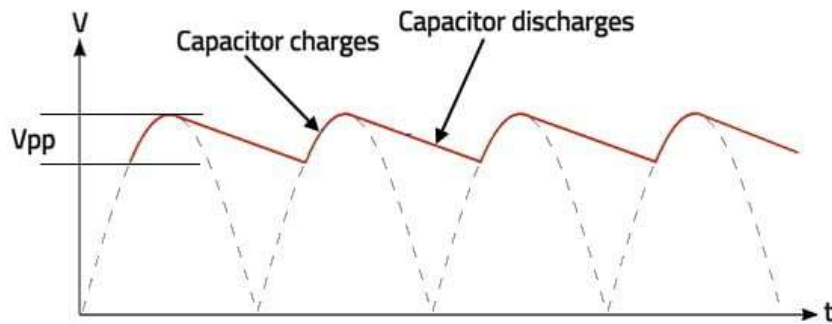

Figura 2.3: Onda suavizada [5].
2. **Circuito intermedio CC:** aquí la señal de CC se rectifica y se filtra de los armónicos sobrantes y de los residuos de CA, así la onda completa se suaviza a una semicontinua con un factor de rizado mínimo. Este “suavizado” se logra mediante la carga y descarga de un condensador, dibujando una onda como la de la figura 2.3. Esta etapa ayuda que la salida a los motores sea totalmente libre de ondulaciones e ideal para motores de corriente alterna.